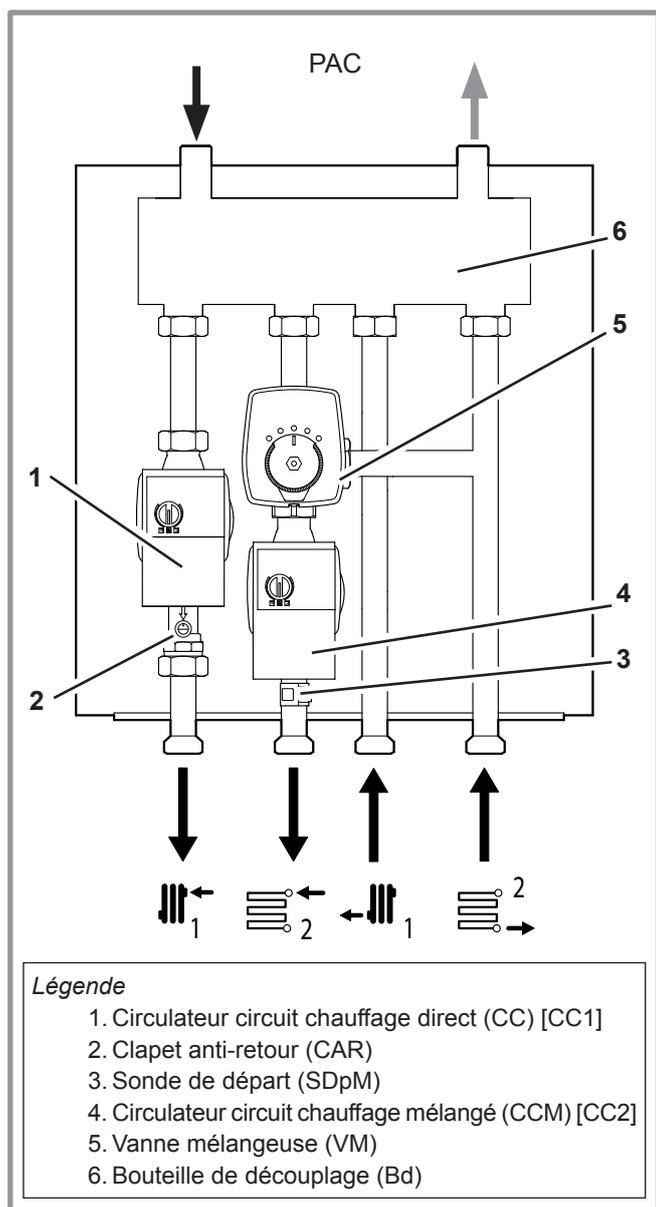

figure 4 - Organes de l'appareil
- Effectuer les raccordements hydrauliques des circuits de chauffage (voir figure 4).